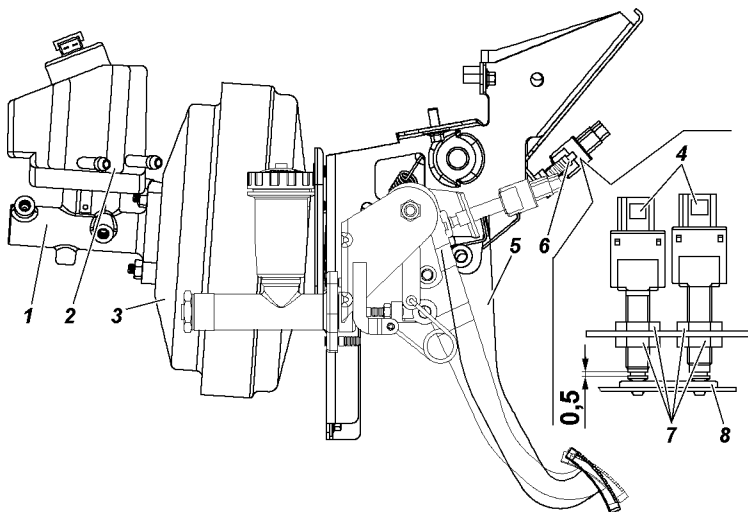

Рис. 9.27. Привод главного тормозного цилиндра:
**Свободный ход педали тормоза** при необходимости регулируйте вращением регулировочного винта 6 (рис. 9.27). Свободный ход педали должен быть 5-8 мм. После регулировки затяните гайку винта с моментом 14 - 18 Н·м (1,4 - 1,8 кгс·м).